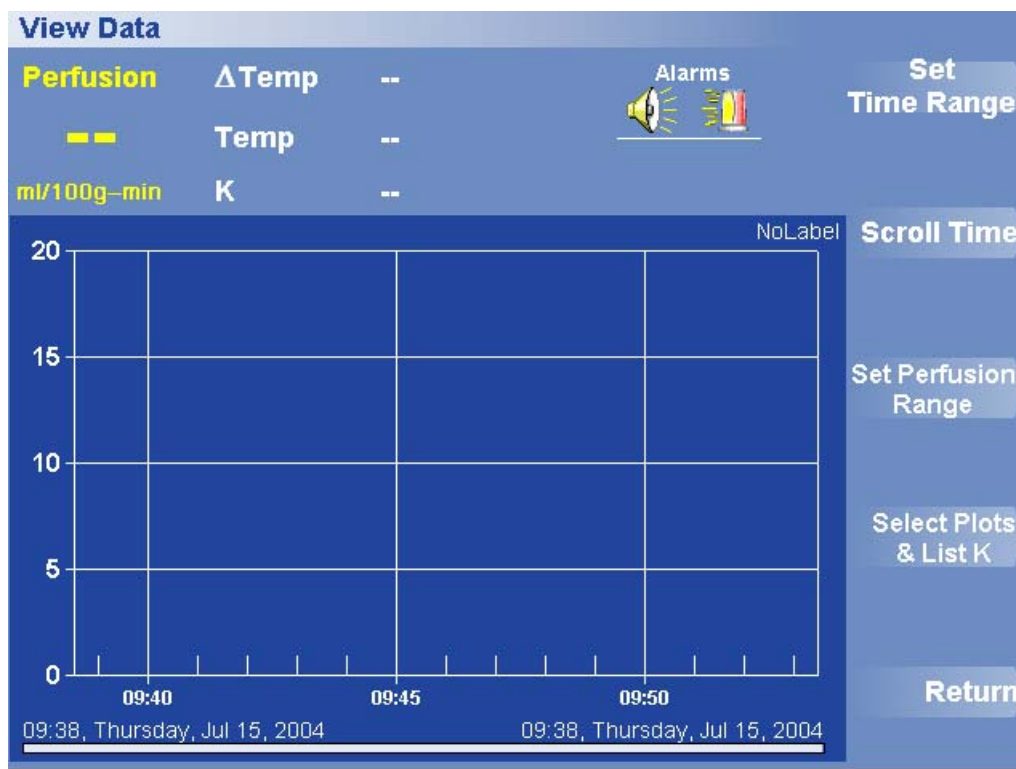

図 32 データの表示メニュー
1. Options (オプション) > View Data (データの表示) を押します。データの表示メニューが開きます (図 32)。